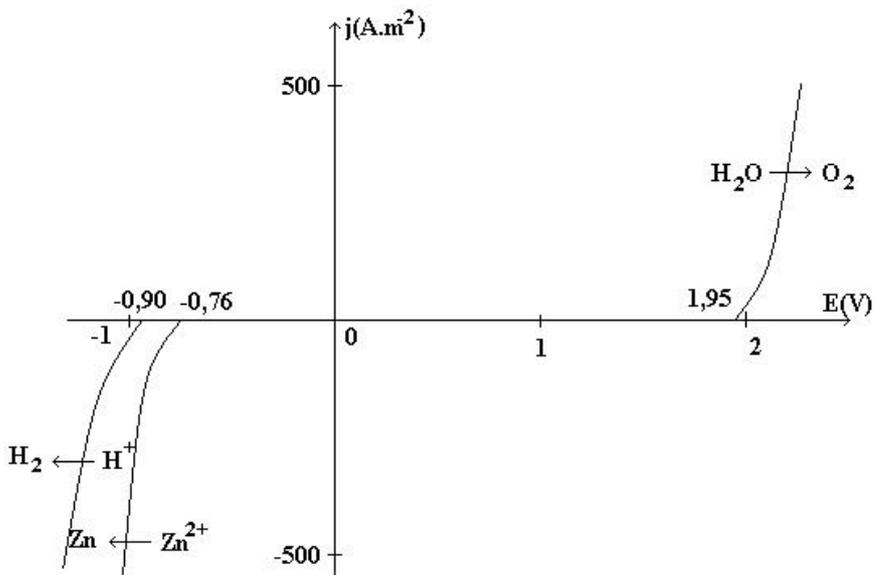

Figure 6 : courbes intensité-potentiel pour l'eau et les ions zinc
- 17-** A l'aide la figure 6 donner l'équation d'électrolyse qui a réellement lieu. A quoi sont dus ces changements ? Si on impose une densité de courant de  $500 \text{ A.m}^{-2}$ , quelle devrait être la différence de potentiel appliquée aux bornes des électrodes ?